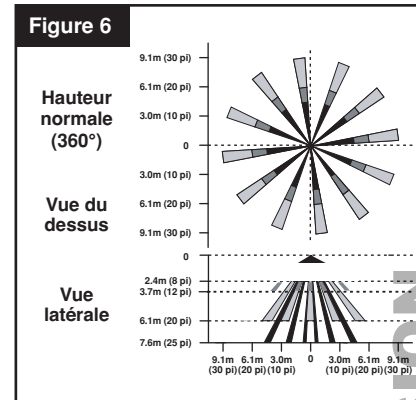

Figure 7A
- Pour changer de lentille, tourner l'anneau de manière à aligner les deux petites alvéoles et tirer au moyen des languettes (**figure 7A**).